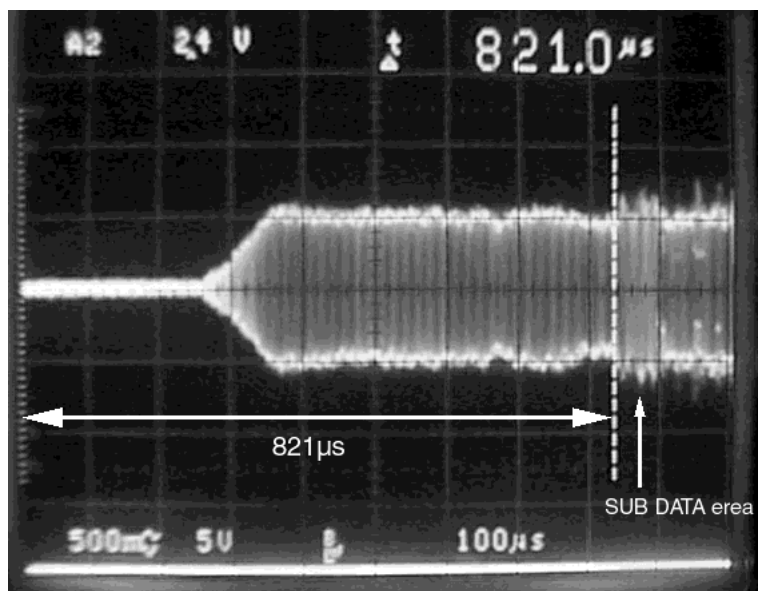

Fig. 5-2
5. Enter the play mode and, using the ▲ and ▼ keys, adjust the lag between the fall of the switching pulse and the begining of the SUB DATA area for 821 μsec, as shown in Fig. 5-2.
5. PLAYモードにして、スイッチングパルスの立ち下がりからSUB DATAエリアの始まりまでが 821 μsecになるように、▲または▼キーを押して調整する。(図5-2参照)